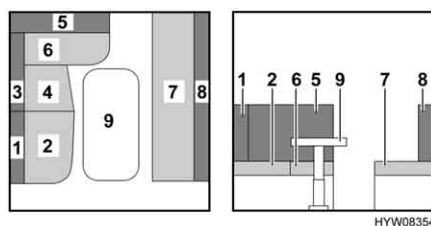

Fig. 83 Prima della trasformazione
- Trasformare il tavolo rialzabile (Fig. 83,9) in struttura di supporto letto (vedi paragrafo 6.8).